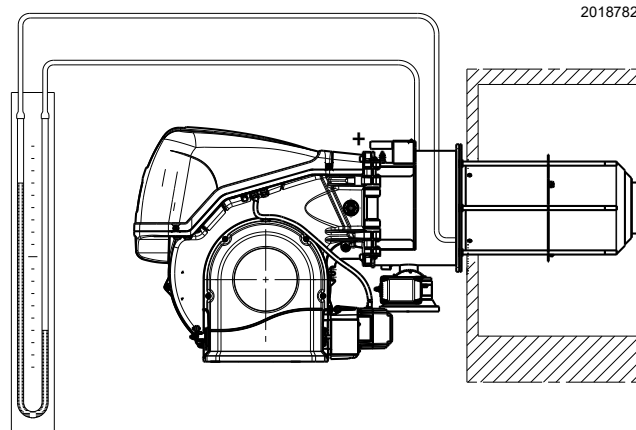

Fig. 26
- Montare un manometro a U o un manometro di tipo differenziale (Fig. 26), con presa (+) sulla pressione del gas del manicotto e (-) in camera di combustione.
Misurare la portata del gas al contatore. A titolo orientativo può essere ricavata dalle Fig. 22 e Fig. 23 a pag. 26, basta leggere la pressione del gas sul manometro a U (illustrato in Fig. 26 a pag. 29) e seguire le indicazioni.